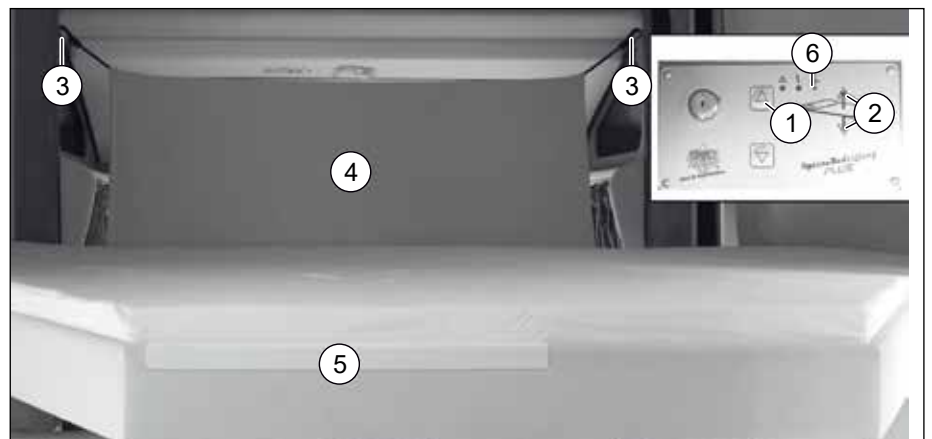

Fig. 64 Lit de pavillon central ouvert
- Pour activer le panneau du lit de pavillon, insérer la clé et la tourner. La LED (Fig. 64, pos 2) s'allume.
6. Accrocher le filet de sécurité (Fig. 64, pos. 4) avec les deux mousquetons (Fig. 64, pos. 3) par le haut dans les deux crochets.
7. Accrocher l'échelle fournie dans le rail prévu à cet effet (Fig. 64, pos. 5).
2. Décrocher le mousqueton (Fig. 64, pos 3) du filet de sécurité (Fig. 64, pos 4) et poser le filet de sécurité sans plis sur le lit de pavillon.
5. Déplacer le lit de pavillon vers le haut en appuyant sur la touche fléchée ▲ (Fig. 64, pos. 1). Le lit de pavillon s'arrête automatiquement en position finale.
- A chaque fois que le lit de pavillon atteint la position extrême, l'affichage LED (Fig. 64, pos 2) clignote trois fois sur les touches fléchées « ▲▼ ».
- En cas de dysfonctionnement, appuyer sur la touche « Reset » (Fig. 64, pos 6). L'affichage LED de la touche fléchée « ▲ » (Fig. 64, pos 1) clignote rapidement. Déplacer le lit de pavillon d'abord en position extrême vers le haut. En atteignant la position extrême, un triple clignotement de l'affichage LED (Fig. 64, pos 2) sur les touches fléchées « ▲▼ » signale que la position extrême est atteinte.